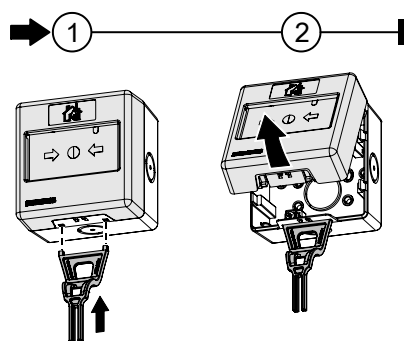

Fig. 3
1. Press the key FDMK231 into the two openings (1) (Fig. 3). Fold the switching unit FDME231/FDME231-FR out of the back box FDMH231-S-R (2) (Fig. 3).
1. Drücken Sie den Schlüssel FDMK231 in die beiden Öffnungen (1) (Fig. 3). Klappen Sie den Schaltungseinsatz FDME231/FDME231-FR aus dem Gehäuseboden FDMH231-S-R (2) (Fig. 3).
1. Insérez la clé FDMK231 dans les deux orifices (1) (fig. 3). Écartez l'unité de commutation FDME231/FDME231-FR du boîtier arrière FDMH231-S-R (2) (fig. 3).